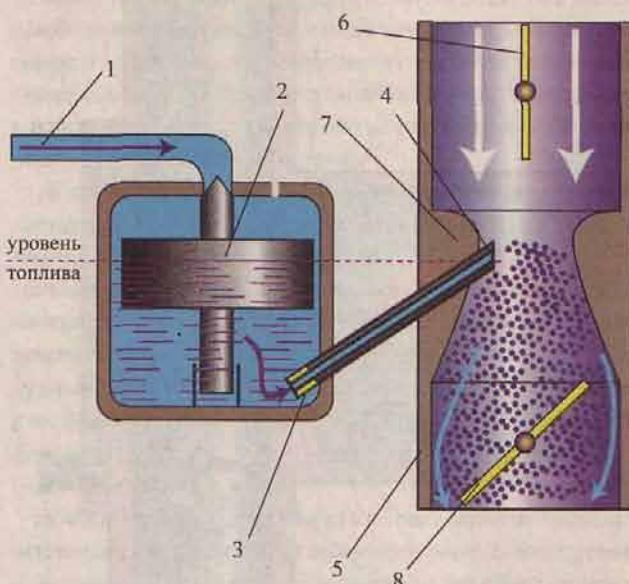

Рис. 16. Схема работы простейшего карбюратора
Обратите внимание на то, что подача бензина в карбюратор происходит только за счет усилия пружины, которая поднимает диафрагму. А это означает, что когда поплавковая камера карбюратора будет заполнена и игольчатый клапан (см. рис. 16) перекроет путь бензину, диафрагма топливного насоса останется в нижнем положении. И до тех пор, пока двигатель не израсходует часть топлива из карбюратора, пружина будет не в состоянии «вытолкнуть» из насоса очередную порцию бензина.
**Простейший карбюратор** (рис. 16) состоит из:
Из схемы работы простейшего карбюратора (рис. 16) можно понять, что двигатель не будет работать нормально, если уровень топлива в поплавковой камере (воды в чайнике) выше нормы, так как в этом случае бензина будет выливаться больше, чем надо. Если же уровень бензина будет меньше нормы, то и его содержание в смеси будет меньше, что опять нарушит правильную работу двигателя. Исходя из этого, количество бензина в камере должно быть неизменным.
Уровень топлива в поплавковой камере карбюратора регулируется специальным поплавком (рис. 16), который, опускаясь вместе с игольчатым запорным клапаном, позволяет бензину поступать в камеру. Когда же поплавковая камера начинает наполняться, поплавок всплывает и закрывает своим клапаном проход для бензина.
Однако есть кое-что общее в автомобилях отечественного производства. В частности, на панели приборов (или под ней) располагается **рукоятка «подсоса»**, которая управляет **воздушной заслонкой** карбюратора (рис.16). Если прикрывать эту заслонку (вытягивать на себя рукоятку «подсоса»), то будет увеличиваться разряжение в смесительной камере карбюратора. Вследствие этого топливо из поплавковой камеры начинает высасываться более интенсивно и горючая смесь обогащается, что необходимо для запуска **холодного двигателя**.